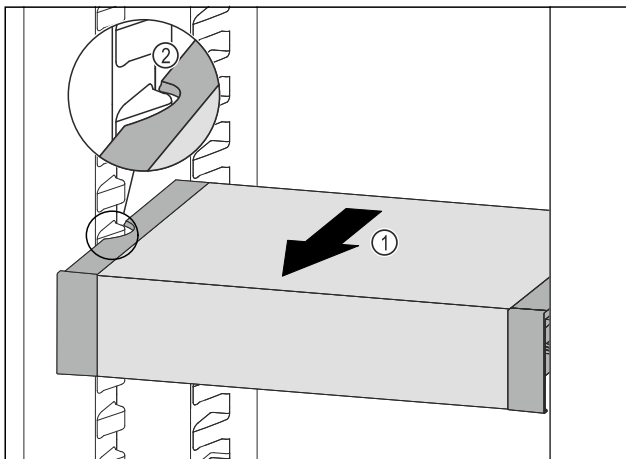

Fig. 96
- ▶ VarioSafe ťahajte dopredu Fig. 96 (1), kým sa bočné vybrania VarioSafe nebudú nachádzať vo výške rebra nádoby v chladničke. Fig. 96 (2)